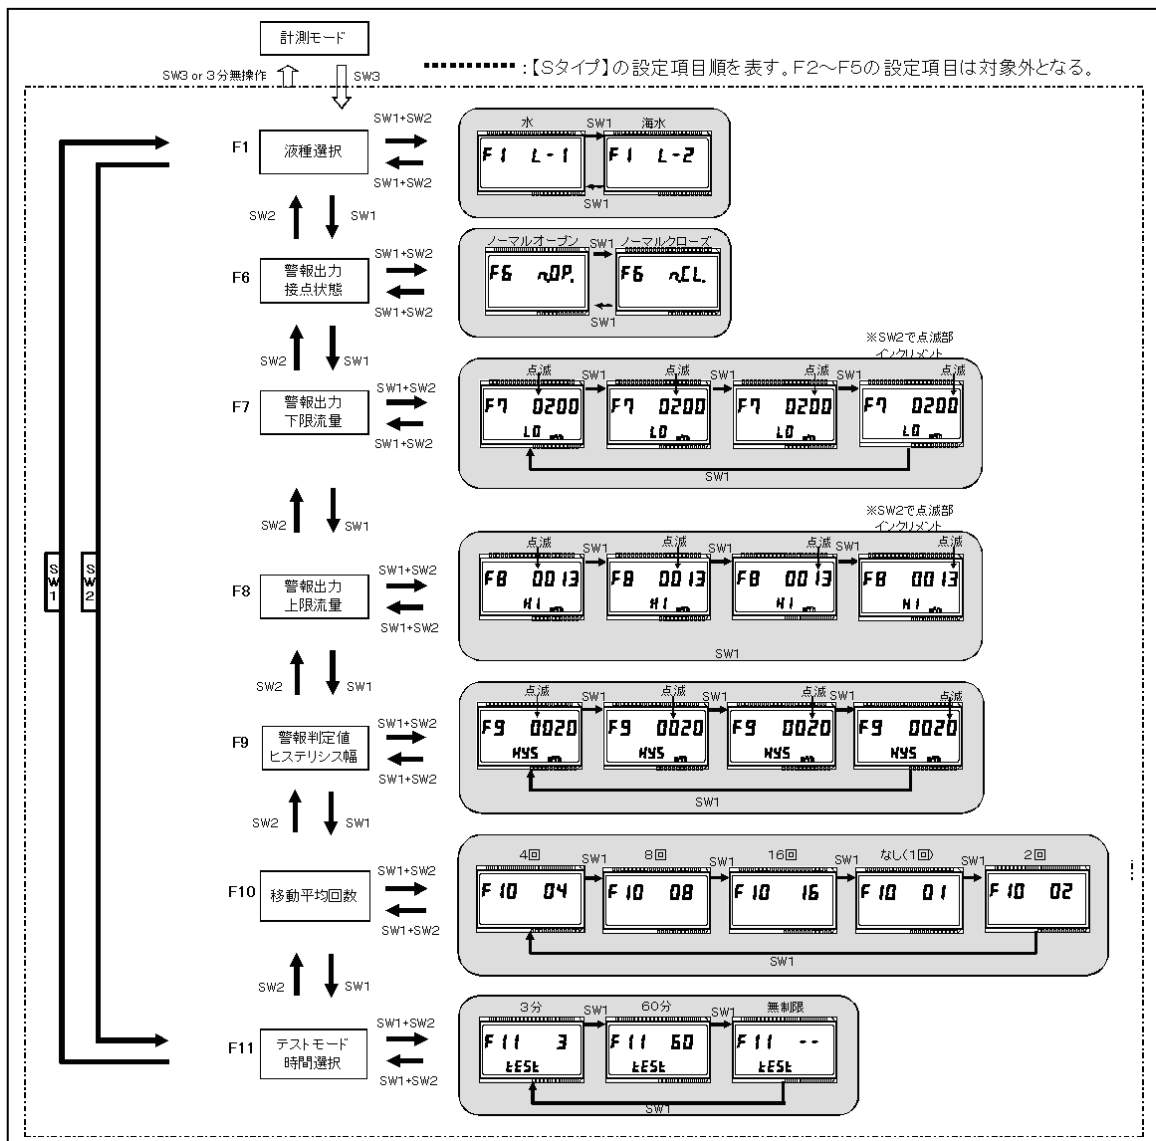

図7-1. 各種設定モードの表示切替図
- ③ 設定モードでは「表6-1. 各種設定項目と内容」(P.14)で示した設定内容の変更を行うことができます。設定モードでのボタン操作方法は、「図7-1. 各種設定モードの表示切替図」(P.15)を参照してください。